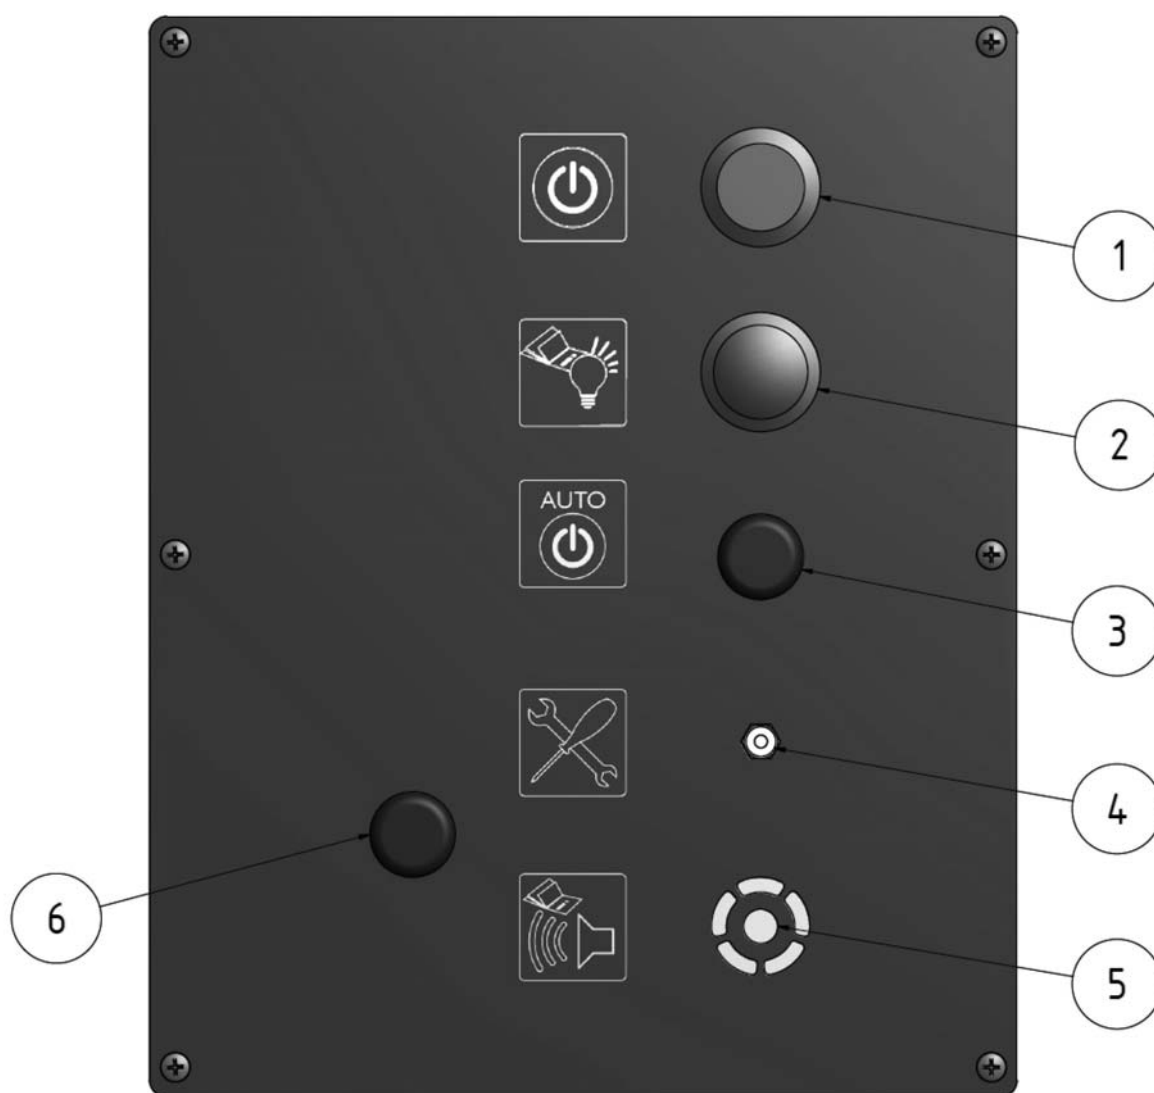

Figura 4, elementos de operação
- Use somente filtros de reposição originais, pois somente estes lhe garantem o grau de separação requerido e estão ajustados ao aparelho de filtragem e aos dados de desempenho. Desligue o ProfiMaster no interruptor (figura 4, pos. 1).
- Coloque o plugue novamente na tomada e ligue o aparelho. A luz de operação verde no interruptor (figura 4, pos. 1) deve estar acesa, indicando a operação do aparelho sem falhas.